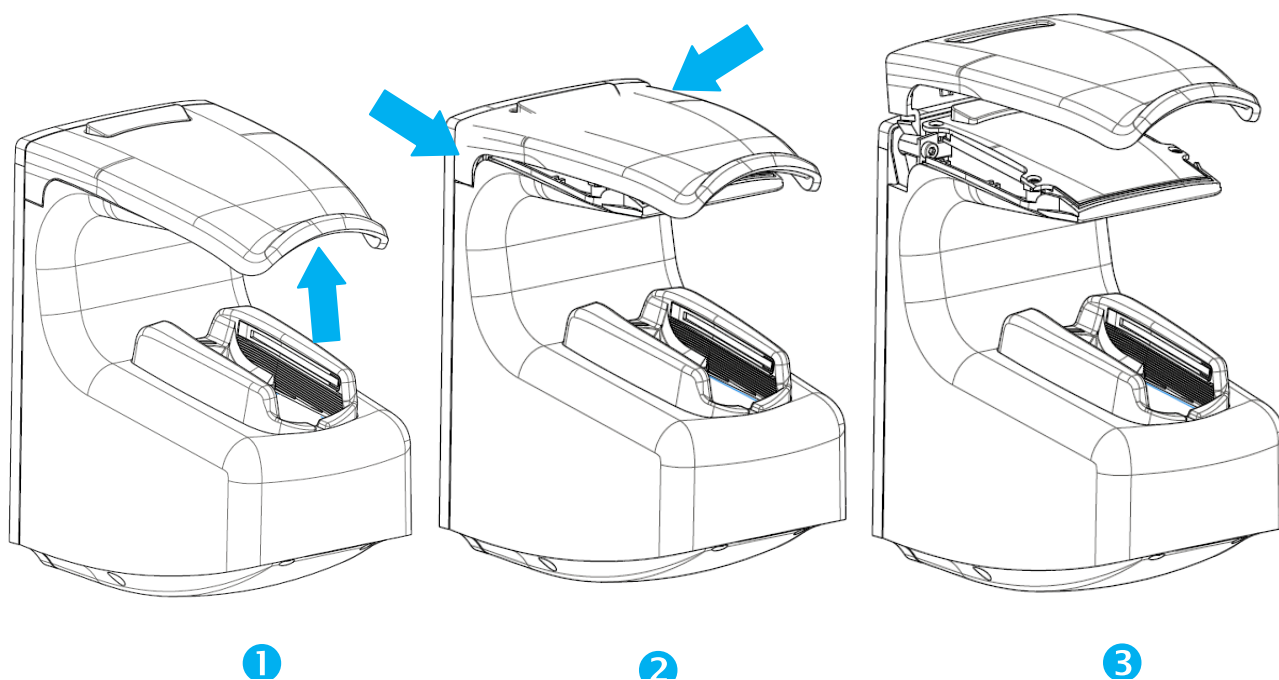
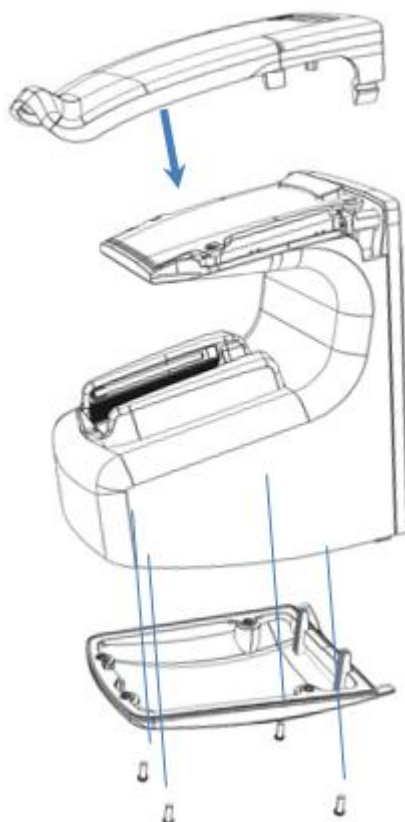

Figure 6 : Déclipsage Visière
Figure 11 : Assemblage de la visière et vissage de la trappe inférieure
- retirer la trappe inférieure du terminal (équipée de son joint d'étanchéité), la visière supérieure (voir Figure 6 pour son déclipage), ainsi que la tôle murale et les conserver à portée de main.
11. Clipper la visière (voir Figure 6, dans le sens inverse 3 à 1, et Figure 11).
12. Visser la trappe inférieure (voir Figure 11) à l'aide des 4 vis K2.5 x 8.
10. Clipper la visière (voir Figure 6, dans le sens inverse de 3 à 1, et Figure 11).
11. Visser la trappe inférieure (voir Figure 11) à l'aide des 4 vis K2.5 x 8.